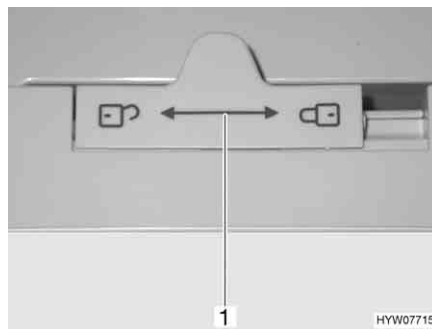

Fig. 171 Dispositif de verrouillage de la porte du réfrigérateur (Dometic Série 7)
- Pousser le dispositif de verrouillage (Fig. 171,1) vers la gauche "O".
- Pousser le dispositif de verrouillage (Fig. 171,1) complètement vers la droite "O".